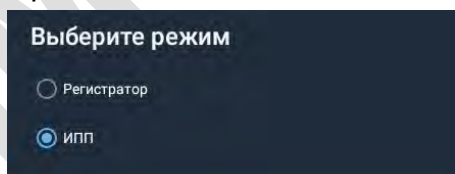

Рисунок 21 – Окно выбора режима
3.6.4.3 Если прибор не находится в режиме «ИПП», то необходимо нажать на раздел «Режим», чтобы изменить режим работы прибора. Появится окно изменения режима работы (рисунок 21). Выберите режим «ИПП».